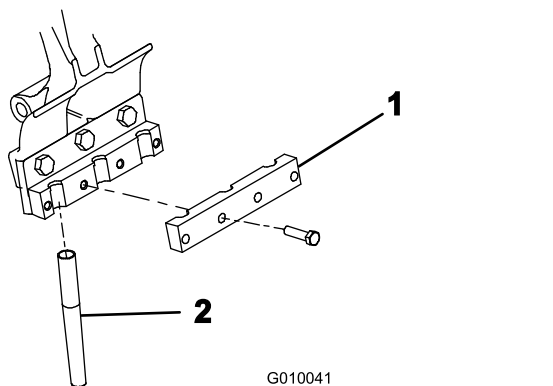

Figura 24
5. Instale provisionalmente una pletina de sujeción en cada portataladros (Figura 24) con 4 pernos ($\frac{3}{8}$ " x $1\frac{1}{2}$ "). No apriete los pernos.